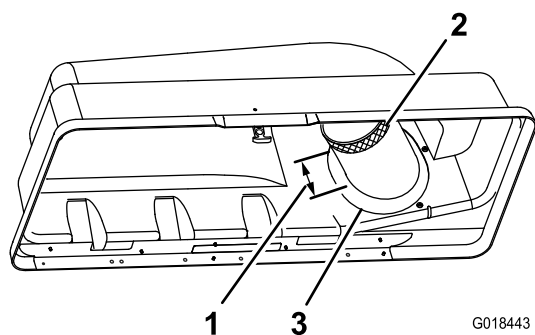

図 32
- i. チューブがシールと接触している部分からチューブに沿って 7.6 cm を測り、この位置にマーキングする 図 32。
- i. ステップ i で付けたマークに合わせて上排出チューブの周囲にマスキングテープを巻きつける 図 32。